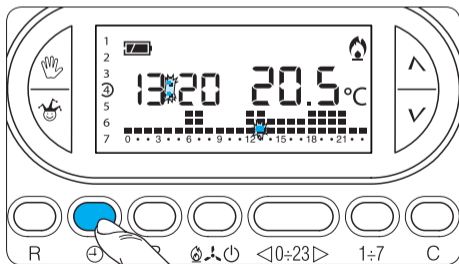

Fig. 19
4.8- Premere il pulsante \oplus per terminare la procedura di impostazione ora e giorno (fig. 19).